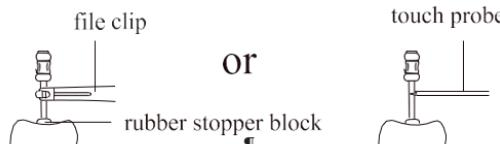

Abbildung 23
4.2.6 Wenn die Endofeile den Apex erreicht, stellen Sie den an der Endofeile angebrachten Gummistopper so ein, dass er mit dem Referenzpunkt (entweder der Inzisalkante oder der Fossakante) übereinstimmt. Entfernen Sie dann die Endofeile und messen Sie den Abstand zwischen dem oberen Ende der Feile und dem Gummistopfen. Dieses Maß stellt die Arbeitslänge des Zahns dar. Alternativ kann die Tastsonde anstelle der Feilenklemme verwendet werden, insbesondere für die Messung der Backenzähne, wenn die Feilenklemme schwer zu verwenden ist [Abbildung 23].